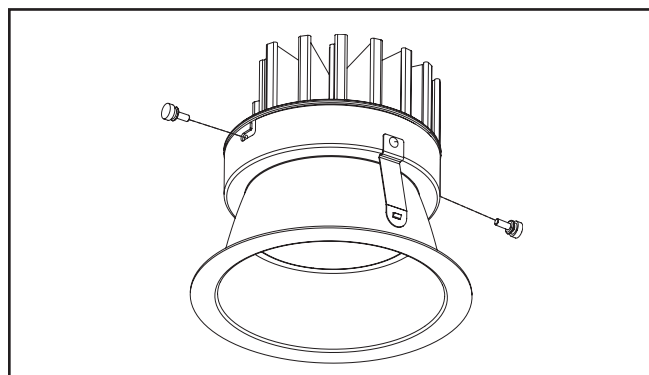

Figure 7.
4. À l'aide des vis à oreilles fournies, attachez solidement la garniture inférieure à la DEL (Figure 7.).